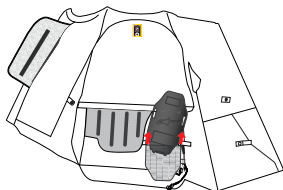

Figura 13
3. Saque la carcasa del inflador (4) de su bolsillo abriendo los dos parches de velcro de sujeción (figura 13).